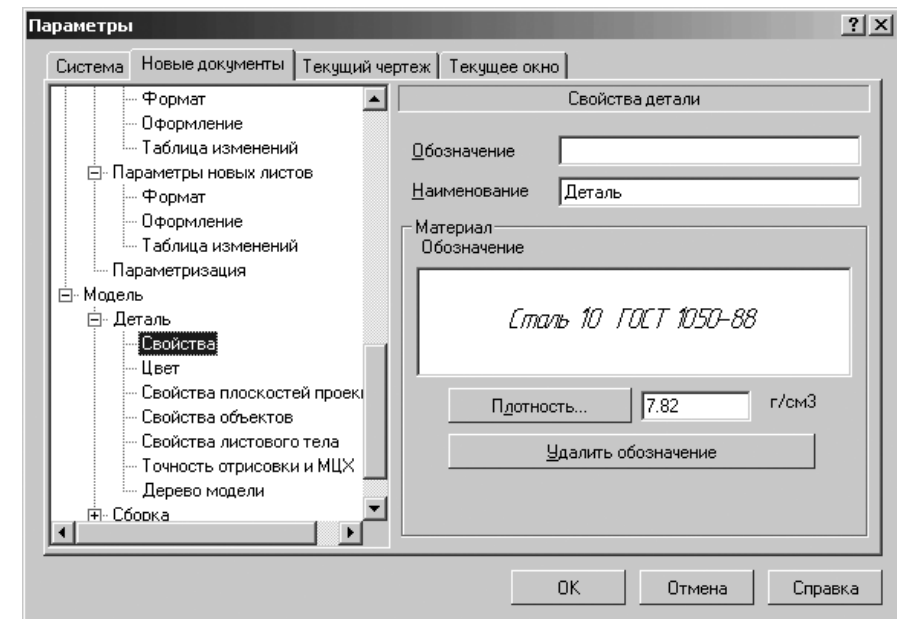

Рис. 10.91. Диалоговое окно **Параметры** с открытой вкладкой **Новые документы** и панелью **Свойства детали**
- щелкните в списке настраиваемых элементов  $\oplus$  **Деталь** по пункту **Свойства**. В правой части появится панель **Свойства детали**, показанная на рис. 10.91.